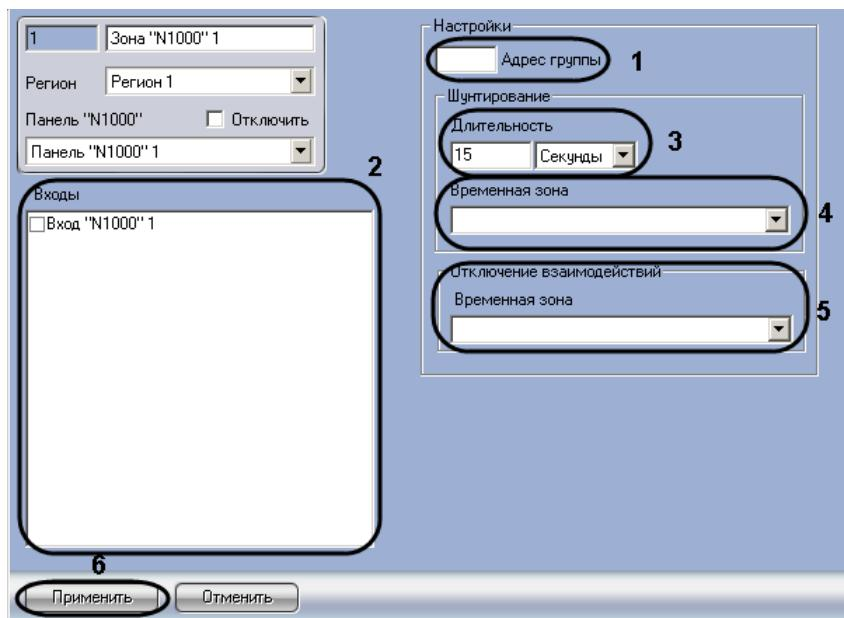

Рис. 3.5—4 Панель настроек объекта Зона “N1000”
2. Ввести адрес группы входов в соответствующем поле (см. Рис. 3.5—4, 1).
3. Установить флагки напротив тех входов, которые необходимо включить в группу (см. Рис. 3.5—4, 2).